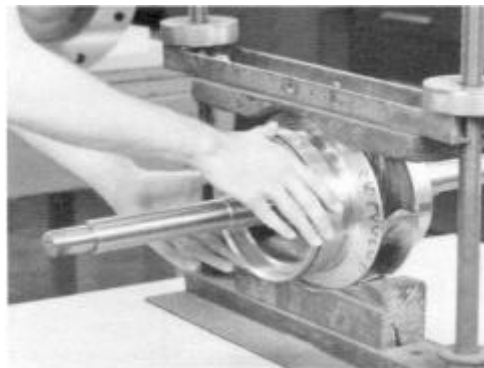

FIGURA 31 – REMOCION DE LOS ANILLOS DE CARCAZA DEL IMPULSOR
8. Remueva los dos anillos de carcasa cabeza (3-003-9) del impulsor (4-002-0) y remueva los O-rings (3-914-2) de cada anillo de la carcasa. (Consulte la Figura 31).